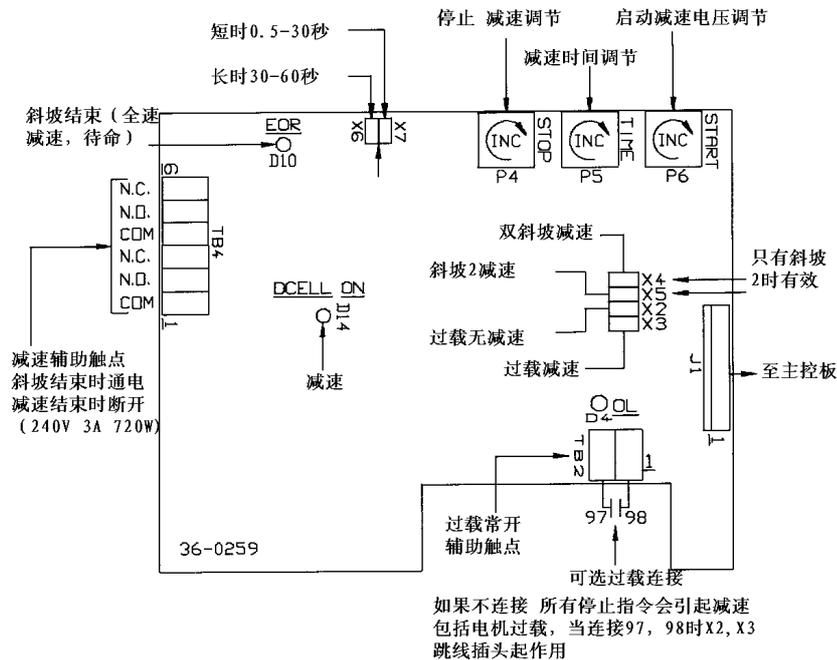

图13 减速电路板
3. X6 或 X7 跳线插上后斜坡开始 (见图 13 的位置)。当拔下跳线插头后电机将持续运转。X6 和 X7 插头位置分别代表两个减速时间范围。X7=短时 (0.5—30 秒)，X6=长时 (30—60 秒) 这要根据负载来定。